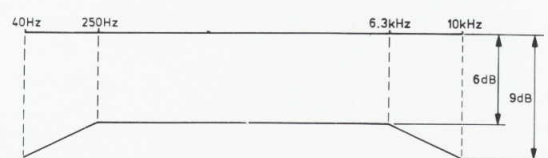

Fig. 11
de frekventies tussen 40 Hz en 10 kHz moeten liggen binnen de karakteristieken zoals weergegeven in fig. 11.
- Gemaakte opname weergeven en de waarden in een grafiek uitzetten. De grenzen waar binnen de karakteristiek moet liggen zijn aangegeven in fig. 11. (Indien nodig voormagnetisatiestroom verhogen of verlagen, zie hoofdstuk C.)